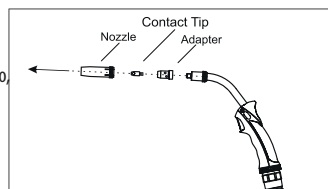

Figura 8: Remover O Bico, A Peça De Contacto E O Adaptador
- Para substituir a bicha; remova o bico, a peça de contacto e o adaptador (Figura 8).